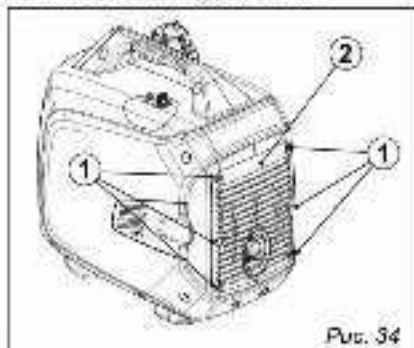

Рис. 34
1. Отвинтите винты (1), а затем снимите крышку (2), рис. 34.